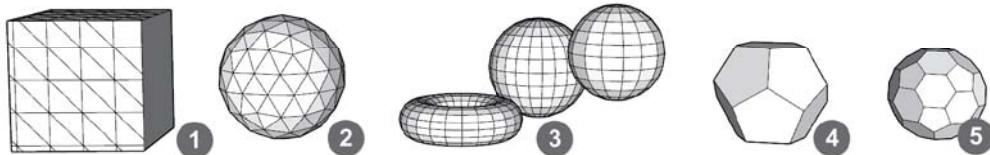

图 1.4.3 多面体
（3）SketchUp 中的多面体。3D 建模领域广泛应用着三边面和四边面作为基础拓扑单元，有些特殊的地方还使用五边面、六边面和七边面，请看如图 1.4.3 所示的一些实例：图 1.4.3 ①②所示为两个以三边面为基础单元的几何体；如图 1.4.3 ③所示的 3 个对象，看起来都是以四边
面为基础的几何体，其实只有圆环才是，两个球体的南北极都是三边面；图 1.4.3 ④所示为十二面体，全部由五边面组成；图 1.4.3 ⑤所示为六边面和五边面混合而成的球体。